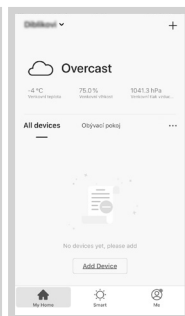

Abb. 7
- Drücken Sie dann P + oder „Add device“ in der App (Abb. 7), um ein neues Gerät hinzuzufügen.